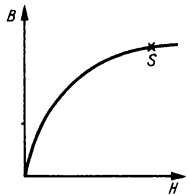

Bild 76
- 8.39** Im B,H -Diagramm eines ferromagnetischen Stoffes (Bild 76) wird die Feldstärke über den Sättigungswert S hinaus vergrößert. Wie ändert sich die Flußdichte in diesem Bereich? Begründen Sie die Antwort.